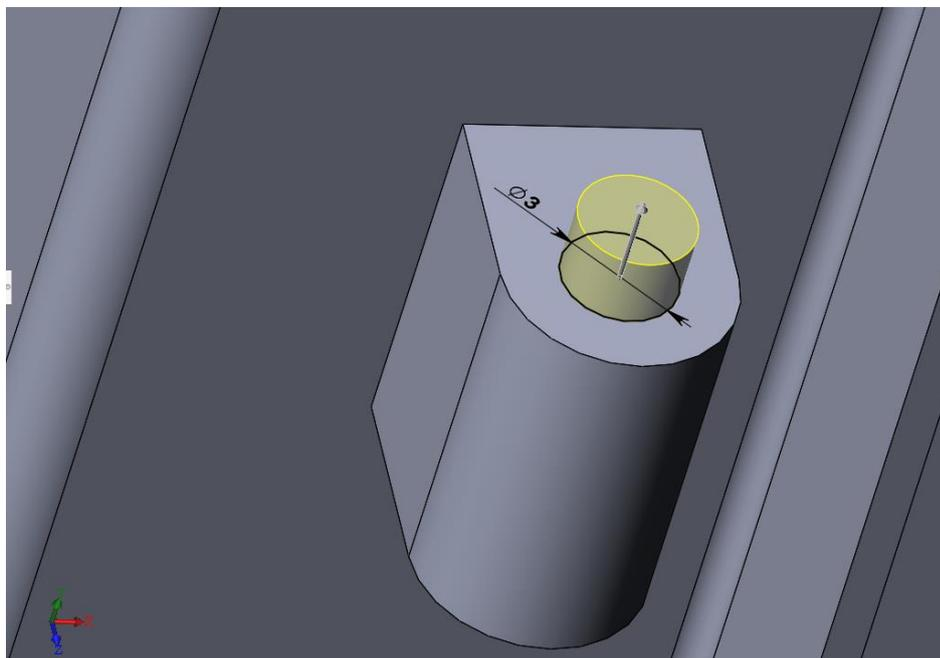

Рисунок 22 – создание оси петли блока
25. Выделить созданный эскиз в дереве модели. Выполнить операцию «**Вытянутая бобышка/основание**» на высоту равную 2 мм (рис. 22).